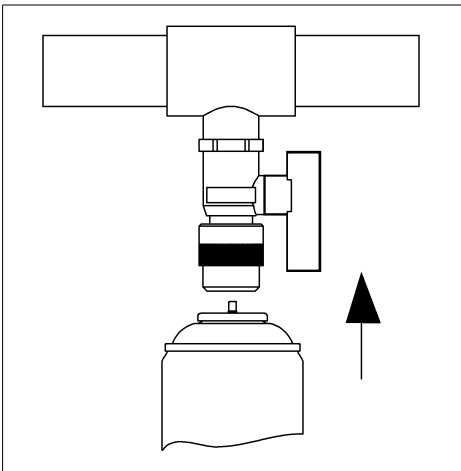

Fig. 3 : Remplir
- Introduire l'aérosol de QUICK-DOS dans le joint de l'adaptateur QUICK-AN (cf. fig. 3).